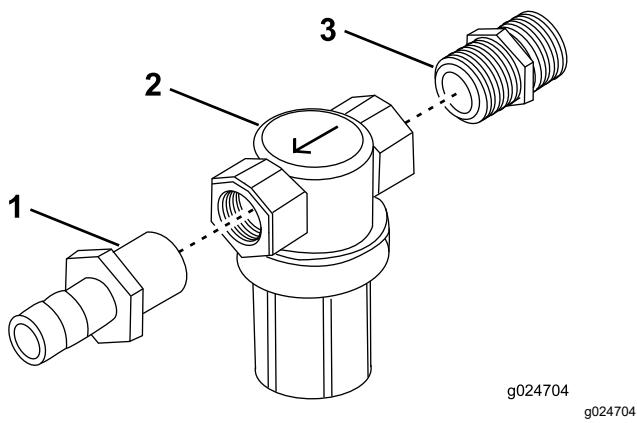

Figura 21
1. Monte o bico (NPT 1/2 pol. x 1/2 pol.) na entrada do conjunto do filtro de pressão e na união rosada reta (NPT 1/2 pol. x 1/2 pol.) na saída (Figura 21).